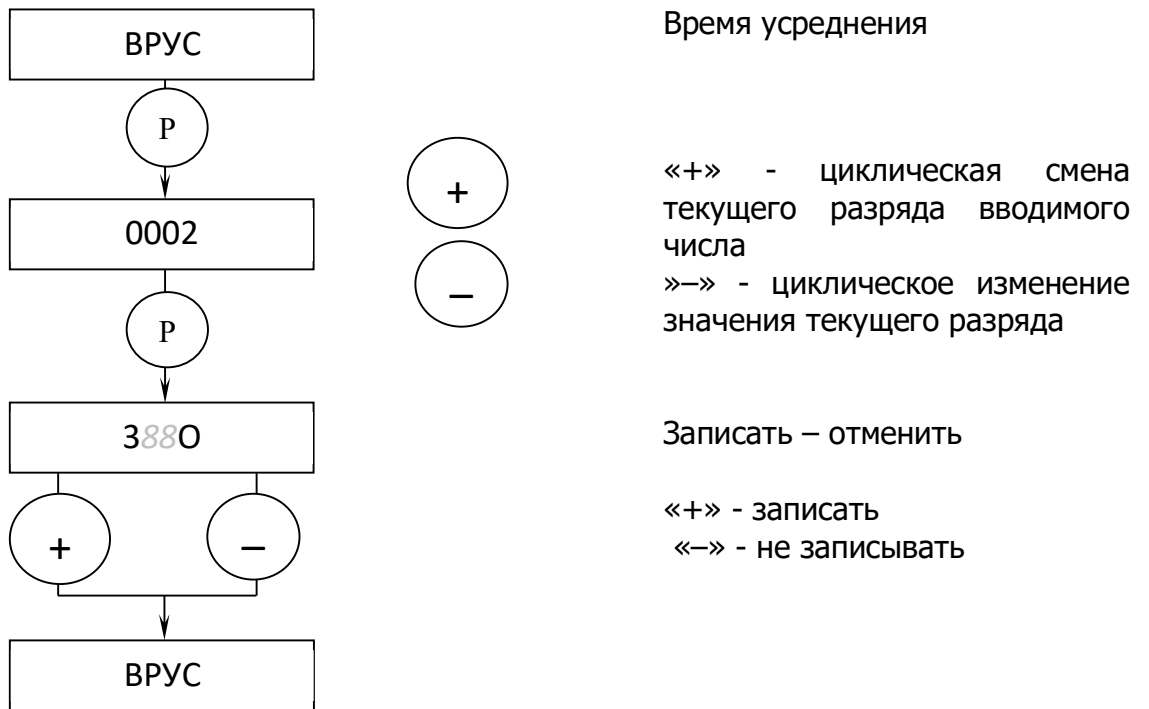

Рис. 19. Меню установки времени усреднения
- нажать последовательно кнопку «+» или «-» до появления сообщения «ВРУС» и попадания в меню установки времени усреднения (рис. 19);